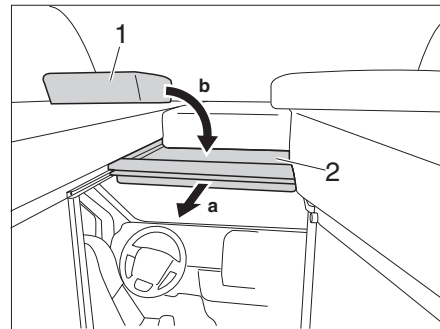

Fig. 55 Serrure de la cabine de conduite
- Fermer la porte (Fig. 55,1) en la poussant jusqu'à ce qu'elle se verrouille dans la serrure.
- Faire tourner la poignée (Fig. 55,2) dans le sens inverse des aiguilles d'une montre jusqu'à ce que la porte soit verrouillée.
- Faire tourner la poignée (Fig. 55,2) dans le sens des aiguilles d'une montre jusqu'à ce que la porte soit déverrouillée.
- Ouvrir la porte (Fig. 55,1) et la verrouiller.